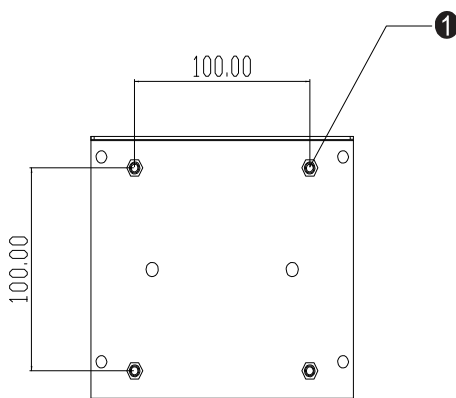

Figura 2-2: Schema di montaggio posteriore (non in scala)
- 3 Montare il monitor alla parete secondo il modello illustrato alla *Figura 2-2*. Far correre i cavi attraverso l'apertura di accesso cavi (*Figura 2-2*, pos. ❶).